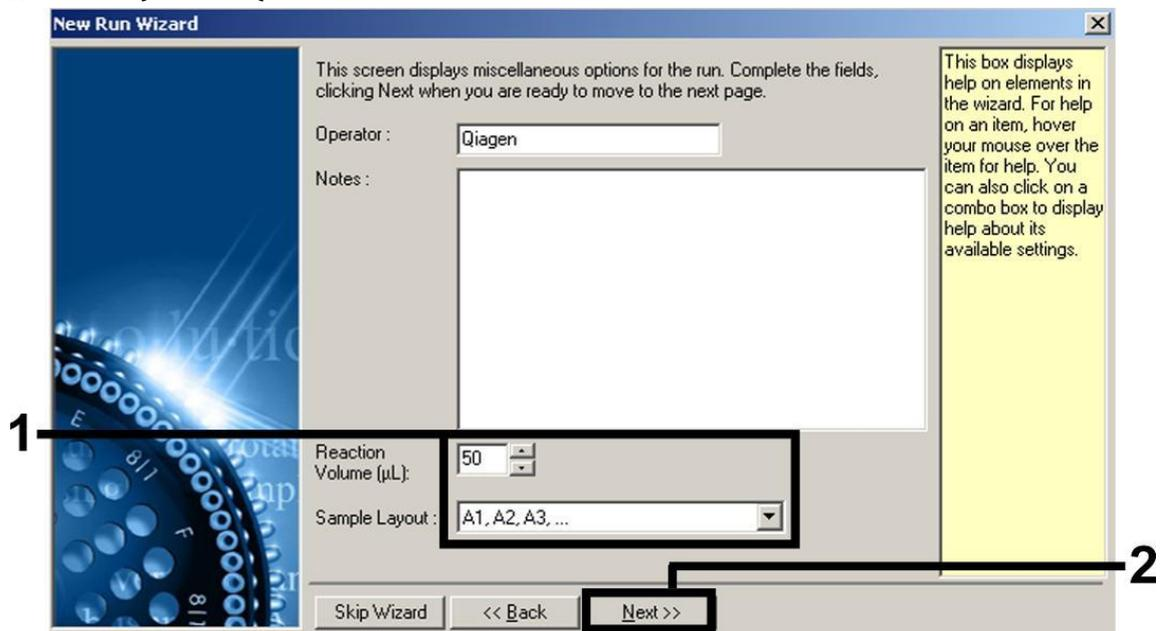

Abbildung 6. Einstellen allgemeiner Assay-Parameter.
- Wählen Sie als Volumen der PCR-Reaktion „50“ und klicken Sie auf „Next“ (Abb. 6).